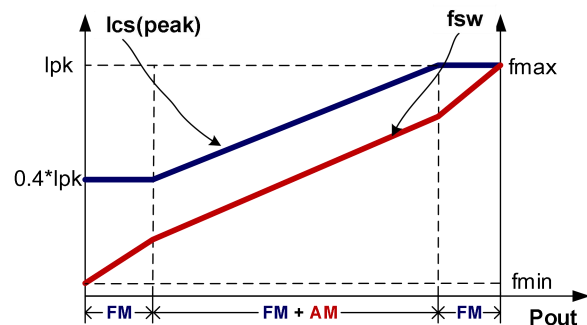

图 4
如图 4 所示，为了满足严苛的平均效率和待机功耗要求，DP3701X 采用了调幅控制 (AM) 和调频控制 (FM) 结合的多模式控制技术。